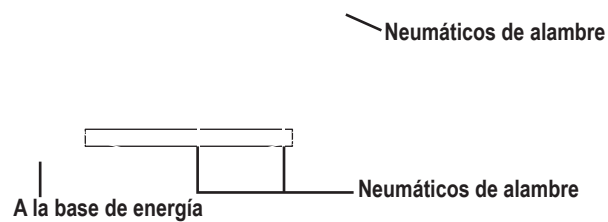

Figura 6. Colocación del arnés del controlador en un asiento Contour
11. Asegure el arnés del controlador al reposabrazos con bridas. **Ver figura 6.**